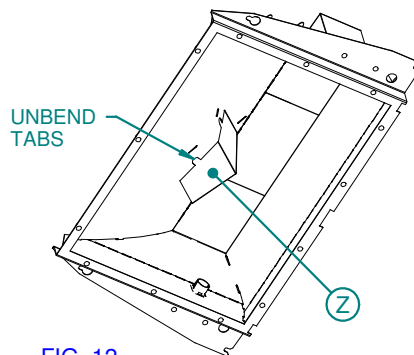

FIG. 12
REMOVING FRONT DIRECTOR FOR IMPROVING FORWARD THROW BEAM DISTRIBUTION (Fig. 12)
- * Unbend the two tabs to remove the front director (Z). (Fig. 12)
RETIRER LE DIRECTEUR À L'AVANT POUR AMÉLIORER LA DISTRIBUTION DU RAYON (Fig. 12)
- Aplatir les deux languettes pour retirer le directeur à l'avant (Z). (Fig. 12)